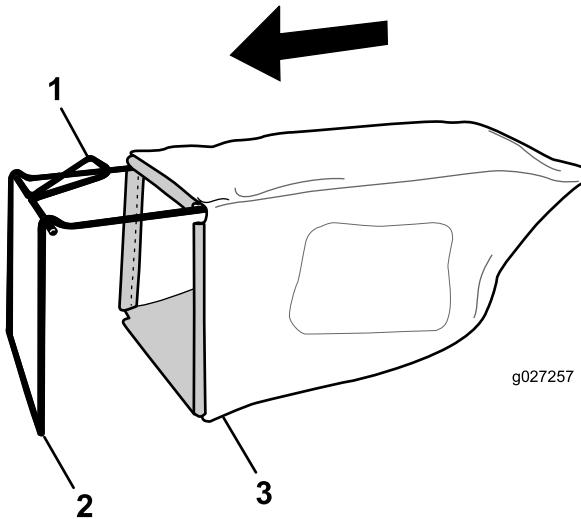

Bild 7
1. Schieben Sie den Fangkorb auf den Rahmen, wie in Bild 7 abgebildet.
**Hinweis:** Schieben Sie den Grasfangkorb nicht über den Holm (Bild 7).